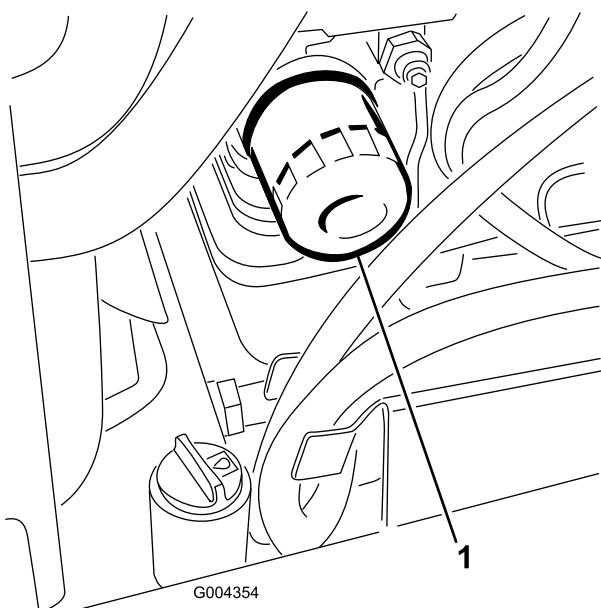

Figura 36
3. Retire el filtro usado (Figura 36) y límpie con un paño la superficie de la junta del adaptador del filtro.